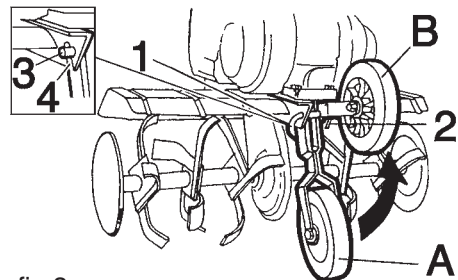

fig.3
(Fig. 3)
- Fixer le support de la petite roue avec le pivot (3) et la goupille (4) (Fig. 3)
Position de transport avec pivot 1 monté comme sur la Fig. 3.